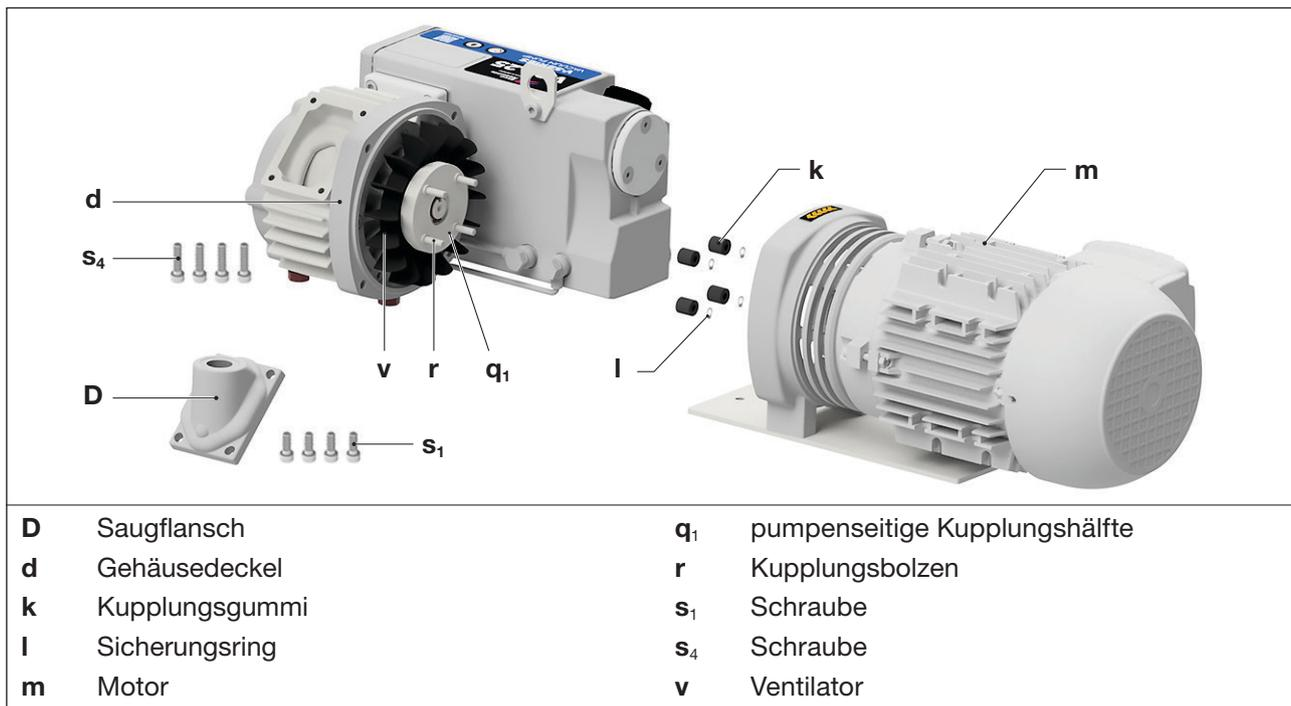

Abb. 8 Kupplung
Die Kupplungsgummis (Abb. 8/k) unterliegen einem Verschleiß und müssen regelmäßig (mindestens 1 x pro Jahr) überprüft werden. Verschlossene Kupplungsgummis machen sich durch ein schlagendes Geräusch beim Anlauf der Pumpe bemerkbar.
- b) Die Schrauben (Abb. 8/s₁) am Saugflansch (Abb. 8/D) lösen und Saugflansch von der Pumpe abnehmen.
- c) Die Schrauben (Abb. 8/s₄) am Gehäusedeckel (Abb. 8/d) lösen.
- d) Die Pumpe mit pumpenseitiger Kupplungshälfte (Abb. 8/q₁) und Ventilator (Abb. 8/v) axial vom Motor (Abb. 8/m) abziehen.
- e) Die Kupplungsgummis (Abb. 8/k) auf Beschädigung und Verschleiß prüfen und gegebenenfalls austauschen.
Dazu die Sicherungsringe (Abb. 8/l) und die verschlissenen Kupplungsgummis (Abb. 8/k) von den Kupplungsbolzen (Abb. 8/r) abziehen und neue Kupplungsgummis mit den Sicherungsringen auf die Kupplungsbolzen aufschieben.
- f) Die Pumpe mit pumpenseitiger Kupplungshälfte und Ventilator wieder am Motor montieren und mit den vier Schrauben (Abb. 8/s₄) befestigen. Anzugsmoment: 10 Nm
- g) Saugflansch wieder auf das Gehäuse aufsetzen und mit den vier Schrauben (Abb. 8/s₁) befestigen. Anzugsmoment: 10 Nm